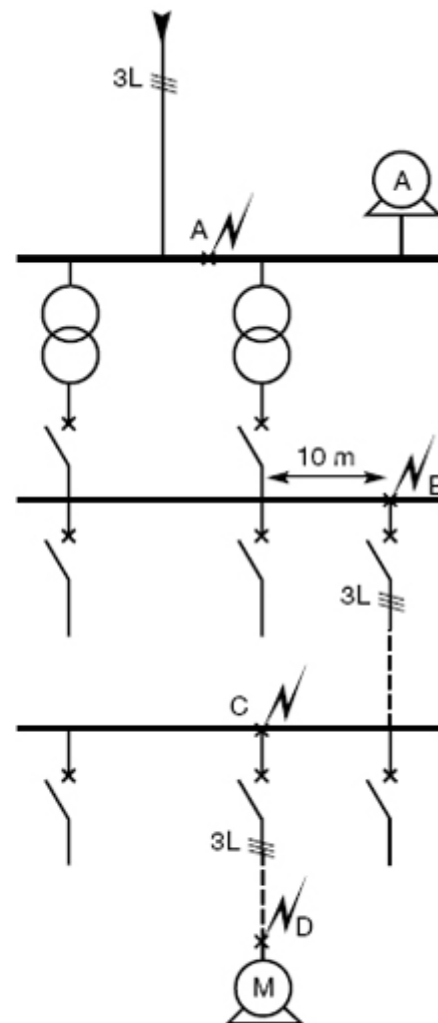

Abb. 20: Aufgabe: Berechnung von  $I_{cc}$  an den Punkten A, B, C und D.
**Aufgabenstellung:** Gegeben ist ein 20-kV-Netz, das über eine 2 km lange Freileitung eine HS/ NS-Transformatorstation speist, sowie ein 1-MVA-Generator, der parallel dazu die Sammelschienen dieser Transformatorstation speist. Zwei parallel 1000- kVA-Transformatoren beliefern die NSSammelschienen, an die 20 Abgänge wie jener für den Motor M angeschlossen sind (siehe Abb. 20). Diese 20 Motoren von je 50 kW sind alle mit gleichen Kabeln verbunden und stehen im Kurzschlussmoment alle in Betrieb. Es muss der Kurzschlussstrom  $I_{cc}$  an den angegebenen Stellen im Schema des Netzes berechnet werden, d.h.: